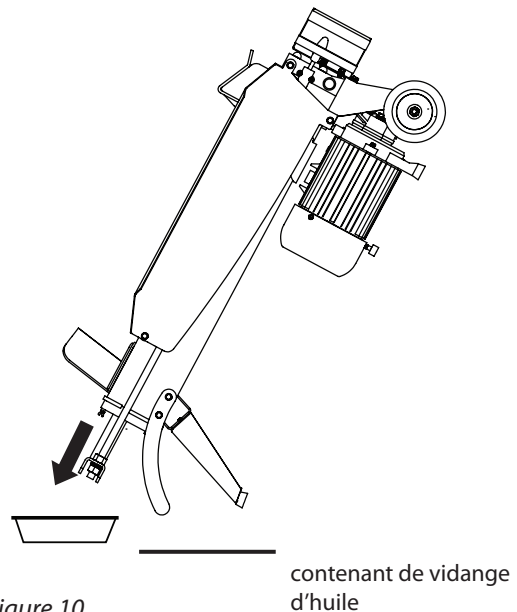

Figure 10
3. Renversez la fendeuse du côté de la patte de soutien et utilisez un contenant de 4 L ou plus pour vider l'huile hydraulique. **(VOIR FIGURE 10)**